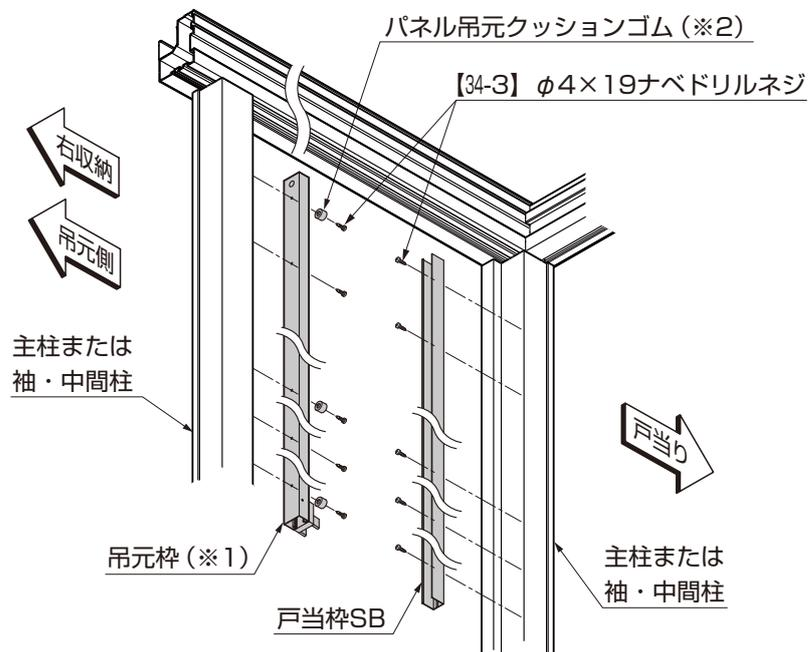
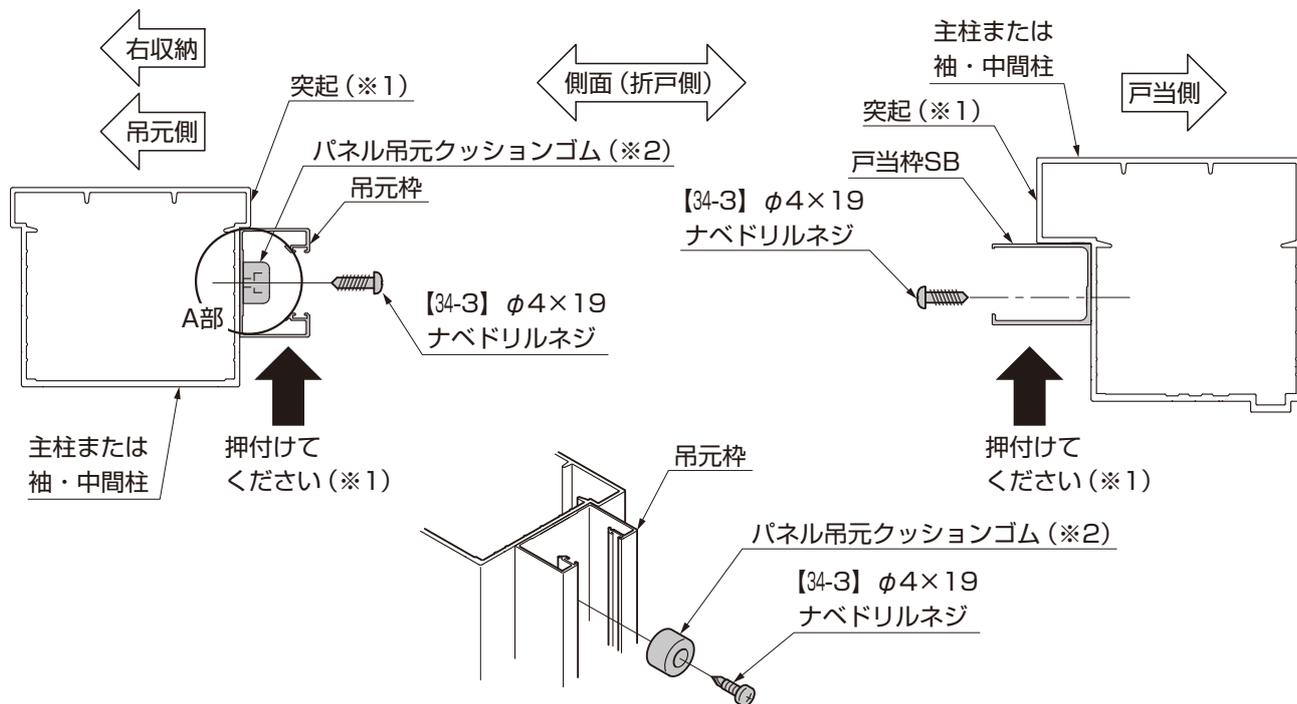

図3-2 吊元枠と戸当枠SBの取付け
図3-3 A部 パネル吊元クッションゴムの取付け
①吊元枠を主柱または袖・中間柱の突起に押付けて(※1)から、吊元枠とパネル吊元クッションゴムを【34-3】で取付けてください。(図3-2、図3-3参照)
- ②戸当枠SBを主柱または袖・中間柱の突起に押付けて(※1)から【34-3】で取付けてください。(図3-2、図3-3参照)